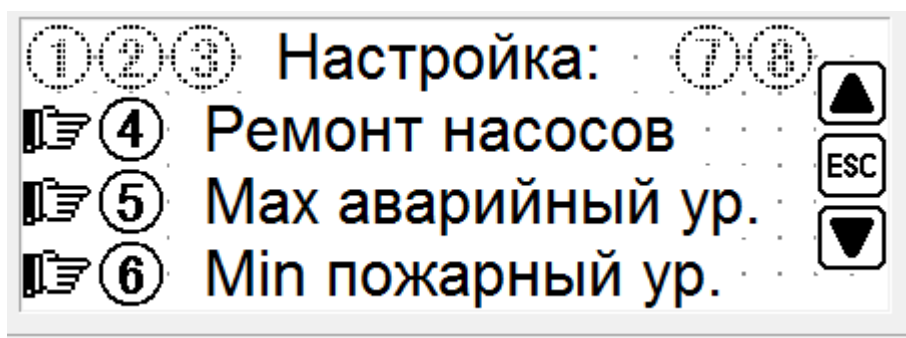
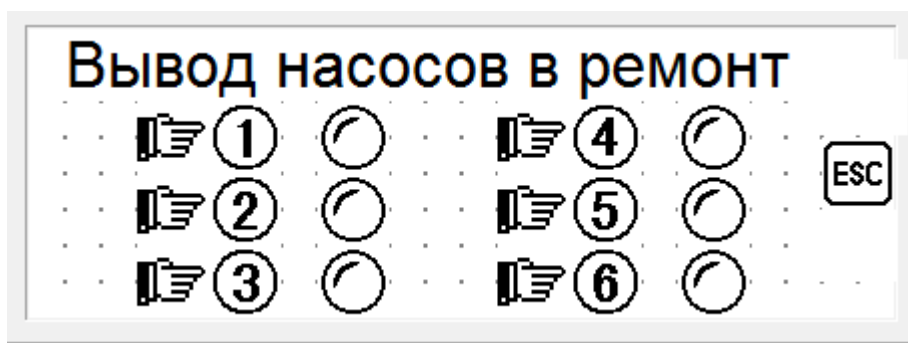

рис.3
рис.8
3.3. Окно настроек2. В этом окне нажимая на кнопку 4, 5, 6 можно выйти в окно указания ремонтных насосов (рис.8), в окно задания/ просмотра максимального аварийного уровня (перелива), минимального пожарного уровня (закрытие задвижек) См. рис.3.
3.8. Окно вывода насосов в состояние ремонт. Для вывода насоса надо нажать соответствующую кнопку. При этом загорится индикатор панели. Вывод с состояние ремонт возможно производить только при исходном состоянии насоса Выкл. Для возврата назад нажимаем кнопку «ESC». См. рис.8 .